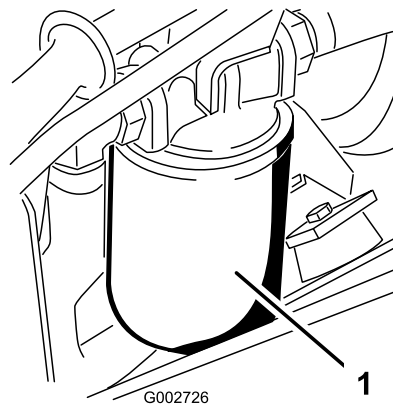

図 42
3. 機体左側にある油圧オイルフィルタ 図 42 の下に容器を置く。